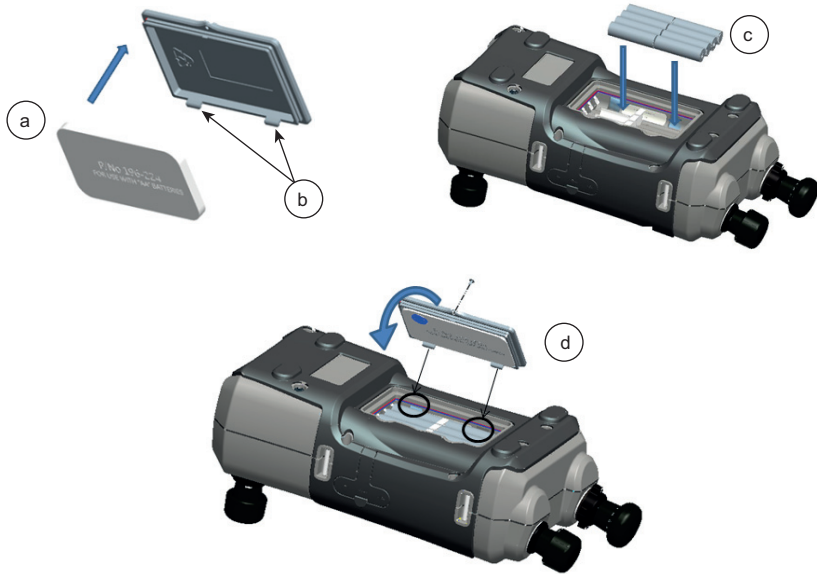

Abbildung 1-1: Trockenzellenbatterien einsetzen
3. Bringen Sie die Batteriefachabdeckung wieder an, indem Sie die Vorsprünge an der Abdeckung (b) schräg in die Schlitz (d) einsetzen und dann die Befestigungsschraube festziehen. (Siehe Abbildung 1-1.)